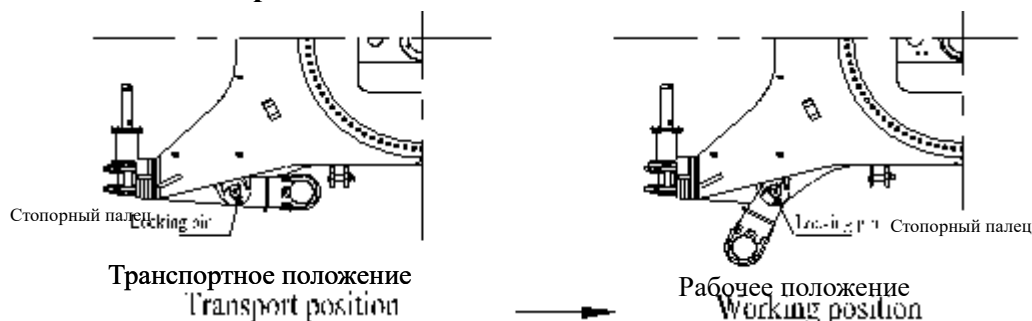

Рисунок 3-13 Поворот аутригеров в рабочее положение
2. Извлеките стопорный палец аутригера, поверните аутригер в рабочее положение и вставьте палец (рисунок 3-13).